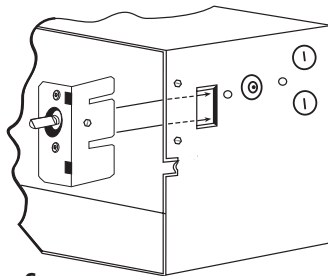

Figura 6
2. Coloque el termostato por encima de la ranura en el lado derecho de la caja posterior. Presione e inserte la lengüeta del soporte del termostato a través de la ranura que está en la parte superior derecha de la caja posterior hasta que el soporte enganche y quede fijo en posición (consulte la Figura 6).